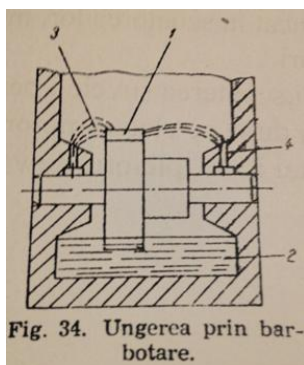

Fig. 34. Ungerea prin barbotare.
c) **Ungerea prin barbotare (fig. 34)** – se efectuează prin dispersarea lubrifianțului pe suprafețele de frecare. Agitarea acestuia se datorește unor corpuri în mișcare 1, ale căror suprafețe de contact trec prin baia de ulei 2, producându-se o ceață formată din vapori și particule de ulei 3. Aceste particule pătrund până la locurile 4 care necesită ungerea. Acest tip de ungere este specific construcțiilor închise (de exemplu, cutii de viteză).